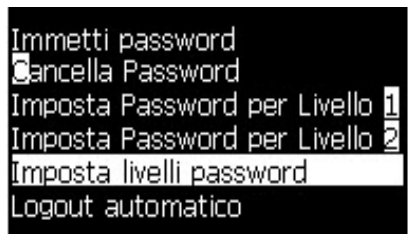
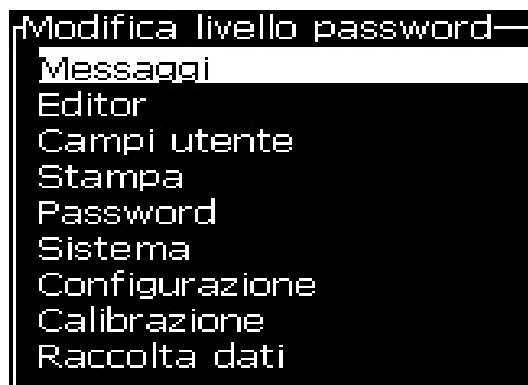
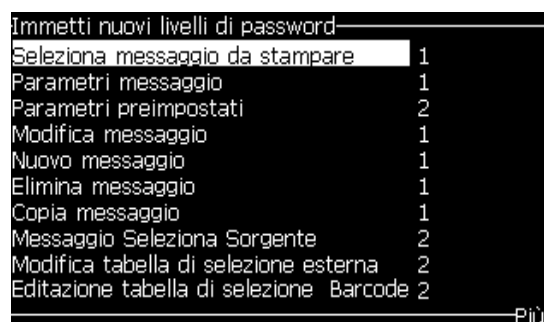

Figura 4-8: Imposta livelli password
Figura 4-9: Modifica livello password
Figura 4-10: Inserisci nuovi livelli di password
- 1 Premere *Alt + w* e selezionare *Imposta livello password* (vedi Figura 4-8) per aprire la schermata *Modifica Livelli Password* (vedi Figura 4-9).
- 2 Selezionare il menu (vedi Figura 4-9) in cui è necessario modificare il livello password e premere il tasto *Invio*. A questo punto, si apre la schermata *Immetti nuovo livello password* (vedi Figura 4-10 a pagina 4-6).